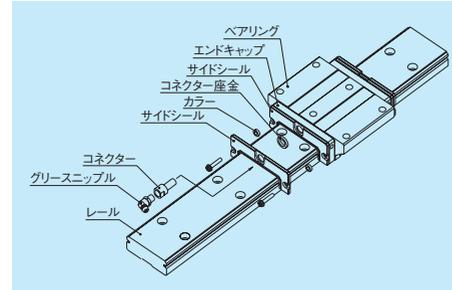

図10 ダブルシール
(3) ダブルシール
- 標準完成品に後から追加組み付けする場合には、表13に示すダブルシールセットをご利用ください。(図10)
- ダブルシールを組み付けた後でグリースニップルをエンドキャップに取り付ける場合には、図10に示すコネクターが必要となります。